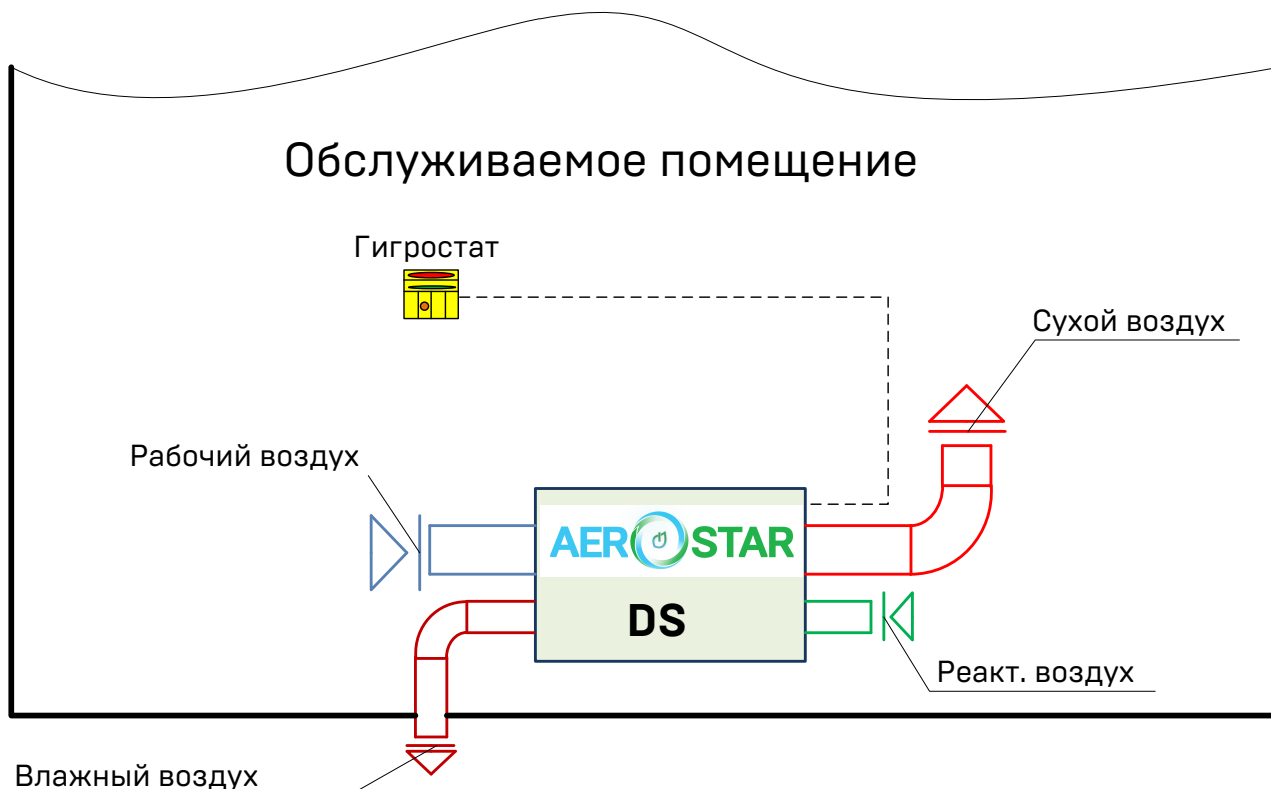

Рисунок 4.7 – Работа осушителя в режиме "сушка" (внутреннее исполнение)
- ✓ работа осушителя по «закрытой» схеме в режиме «сушки» – см. рисунок 4.7.